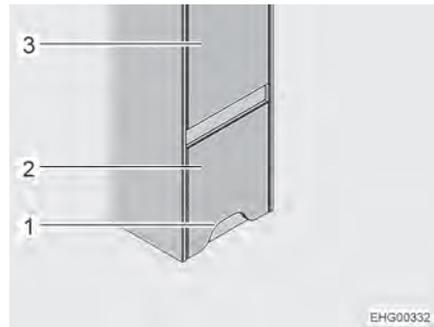
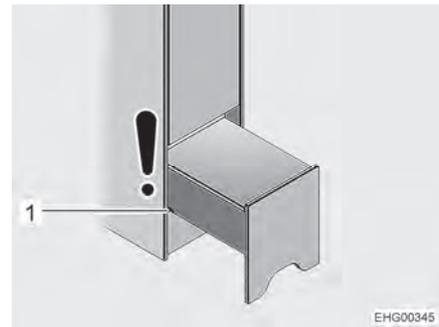

Fig. 81 Aide à la montée (fermée)
Fig. 82 Aide à la montée (position nocturne)
L'aide à la montée est montée du côté droit du véhicule, sous la penderie (Fig. 81,3) située devant le lit arrière.
- ▷ La porte du cabinet de toilette se trouve en face de l'aide à la montée. Tant que l'aide à la montée n'est pas entièrement sortie ("position nocturne", voir Fig. 82), la porte du cabinet de toilette peut encore être ouverte. Quand l'aide à la montée est entièrement sortie pour avoir accès au compartiment de rangement, la porte du cabinet de toilette ne peut plus être entièrement ouverte.
- Saisir l'aide à la montée (Fig. 81,2) par l'évidement (Fig. 81,1), soulever légèrement et ouvrir jusqu'à la première rainure (Fig. 82,1) (position nocturne).